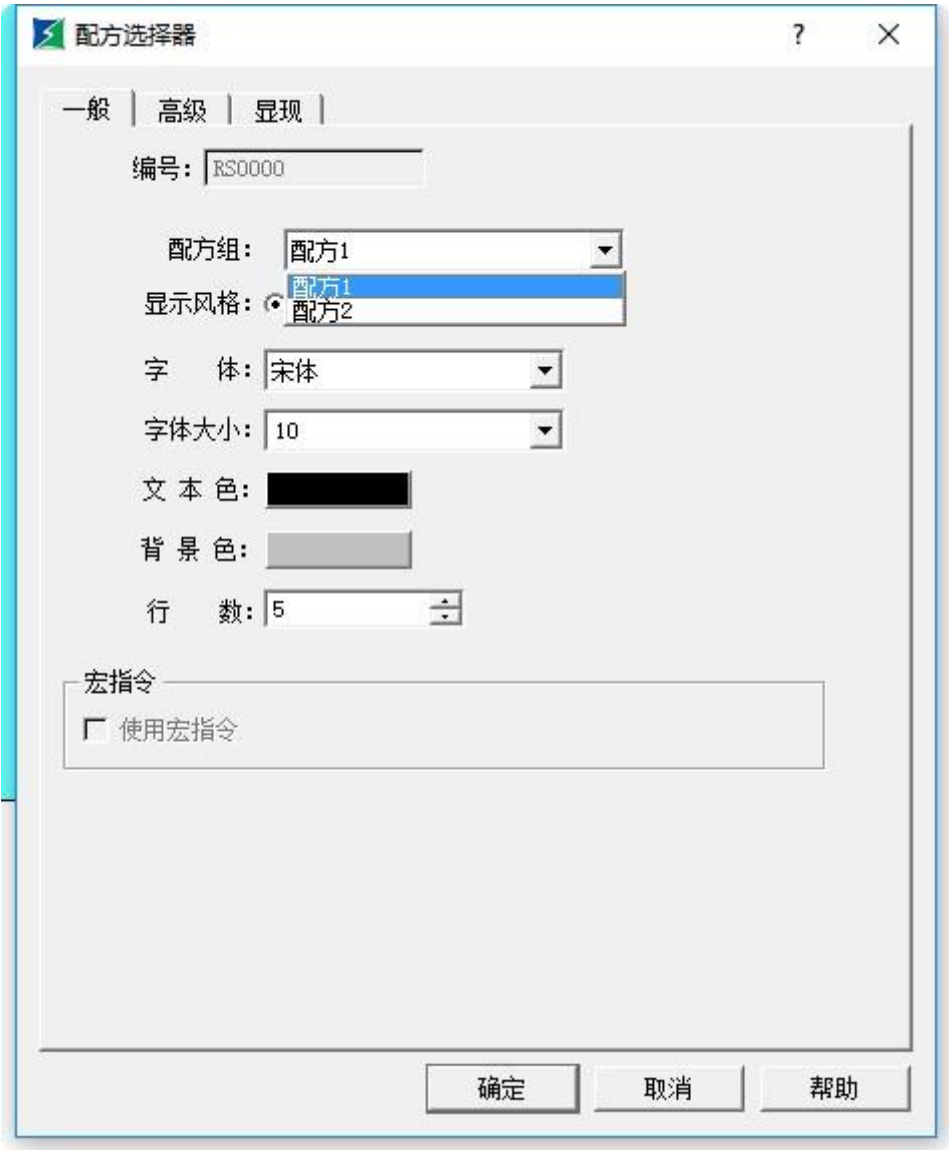

图 4-128 选择显示的配方
- HT8001CN 新增了多组配方工能，开发者使用该控件时，可以选择显示哪组配方。如图 4-128 所示：